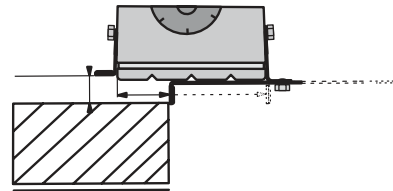

Рис. 2
3. По окончании строгания выключите изделие, отжав кнопку (3).
**ВНИМАНИЕ!** После выключения рубанка кнопкой (3), барабан с ножами еще некоторое время продолжает вращаться. Не устанавливайте рубанок подошвой на заготовку до полной остановки барабана.
**Выборки четверти** (Рис. 2)
2. Регулятором (2) установите глубину строгания за один проход;